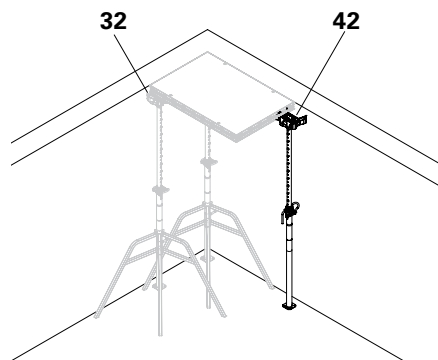

Fig. D2.14
1. Posizionare due puntelli con testa d'appoggio DFH (32).
2. Agganciare il pannello DP (10) alle teste d'appoggio DFH.
3. Sollevare e puntellare il pannello con l'asta di montaggio DUO (37).
4. Inserire in obliquo a fine pannello il terzo puntello con testa d'appoggio DBH (42); metterlo a piombo spingendolo verso l'esterno. Distanza 1,275 m. Rimuovere l'asta. (Fig. D2.14)
5. Assicurare il pannello alle due pareti con il supporto parete DUO 82 (26).